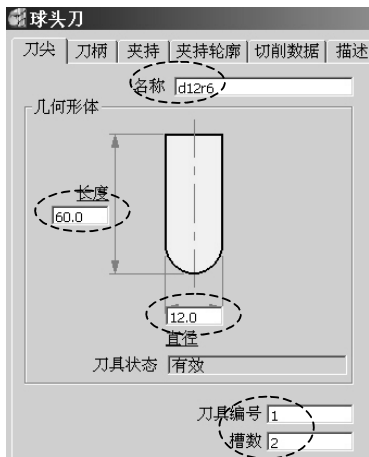

图 5-42 “d12r6” 切削刃部分参数
- 2) 创建精加工和角落加工刀具: 在 PowerMILL 资源管理器中右击 “刀具” 树枝, 在弹出的快捷菜单条中选择 “产生刀具” → “球头刀”, 打开 “球头刀” 表格, 按图 5-42 所示设置刀具切削刃部分的参数, 创建出一把 $\phi 12\text{mm}$ 的球头铣刀。